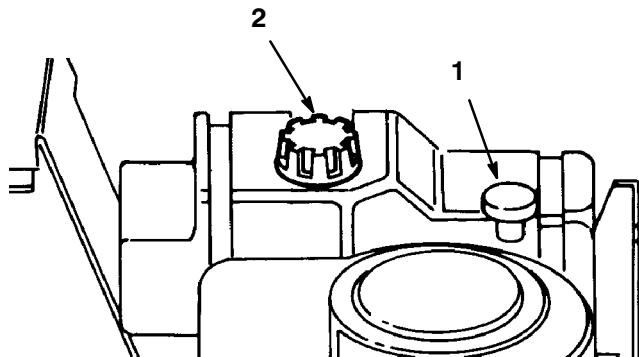

Bild 7
- Schrauben Sie den Ölpeilstab los und ziehen ihn aus dem Ölfüllrohr heraus (Bild 7).